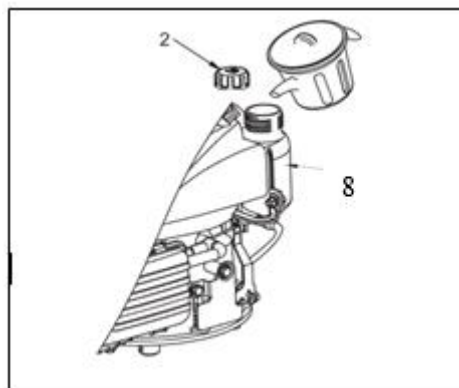

Fig 5
1. Retire a tampa do combustível (2)
2. Adicionar combustível para o fundo do limite de nível de combustível no pescoço do tanque de combustível (8). (Ver Fig. 5)